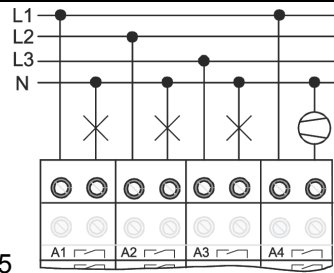

Bild 5
- Geschaltete Lasten anschließen (Bild 5).